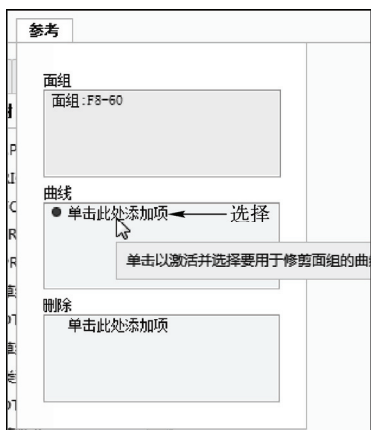

图 9-15 选择相应选项
STEP 05 单击“参考”按钮，弹出“参考”下滑面板，在“曲线”列表框中选择“单击此处添加项”选项，如图 9-15 所示。